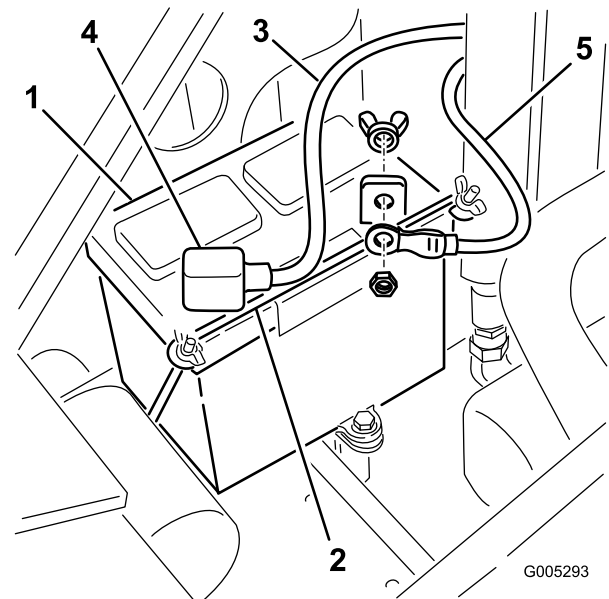

Bild 43
4. Entfernen Sie die Flügelmuttern und Stange, mit denen die Batterie befestigt ist (Bild 43).
5. Klemmen Sie das (schwarze) Minuskabel vom Batteriepol ab (Bild 43). Bewahren Sie die Befestigungen auf.
- Klemmen Sie das Pluskabel (Rot) vom Batteriepol ab (Bild 43). Bewahren Sie die Befestigungen auf.
- Schließen Sie das Pluskabel (Rot) der Batterie mit den vorher entfernten Befestigungen am Pluspol (+) der Batterie an (Bild 43).
- Schließen Sie das Minuskabel (Schwarz) der Batterie mit den vorher entfernten Befestigungen am Minuspol (-) der Batterie an (Bild 43).
- Befestigen Sie die Batterie mit der Stange und den Flügelmuttern (Bild 43).